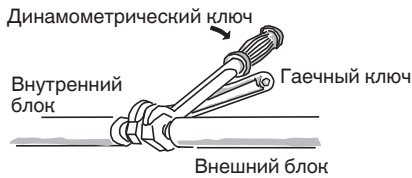

Рис. 5-6
(2) Для закрепления конусных гаек используйте указанный момент затяжки.
- Во время снятия конусных гаек с соединений трубопровода или во время их затяжки после соединения трубопровода, обязательно используйте 2 разводных ключа или рожковых гаечных ключа. (Рис. 5-6)